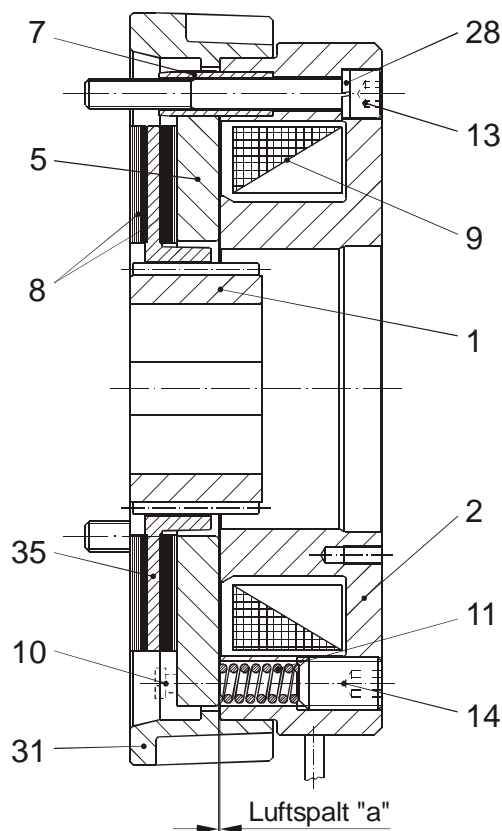

Bild 1: Type 83_.41_.
Montage (Bild 1 und 2)
3. Bremse mit Hilfe der Befestigungsschrauben (13) und Federringe (28) an Kundenflansch rundum gleichmäßig mit **Anzugsmoment nach Tabelle 1** anschrauben.
Die Ansatzschrauben (10) siehe Bild 1 und 2 verhindern ein Auseinanderfallen der Einzelteile. Sie beeinträchtigen die Funktion der Bremse nicht und dürfen bei der Montage nicht entfernt werden.